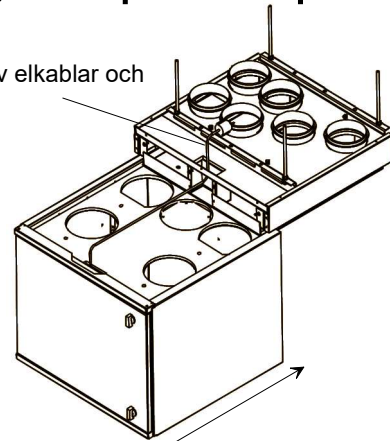

Bild 7. Installation av ventilationmaskinen
7. Ventilationsmaskinen trycks in i adaptern och elkablar och styrkablar träs samtidigt genom adapteröppningen (bild 7).